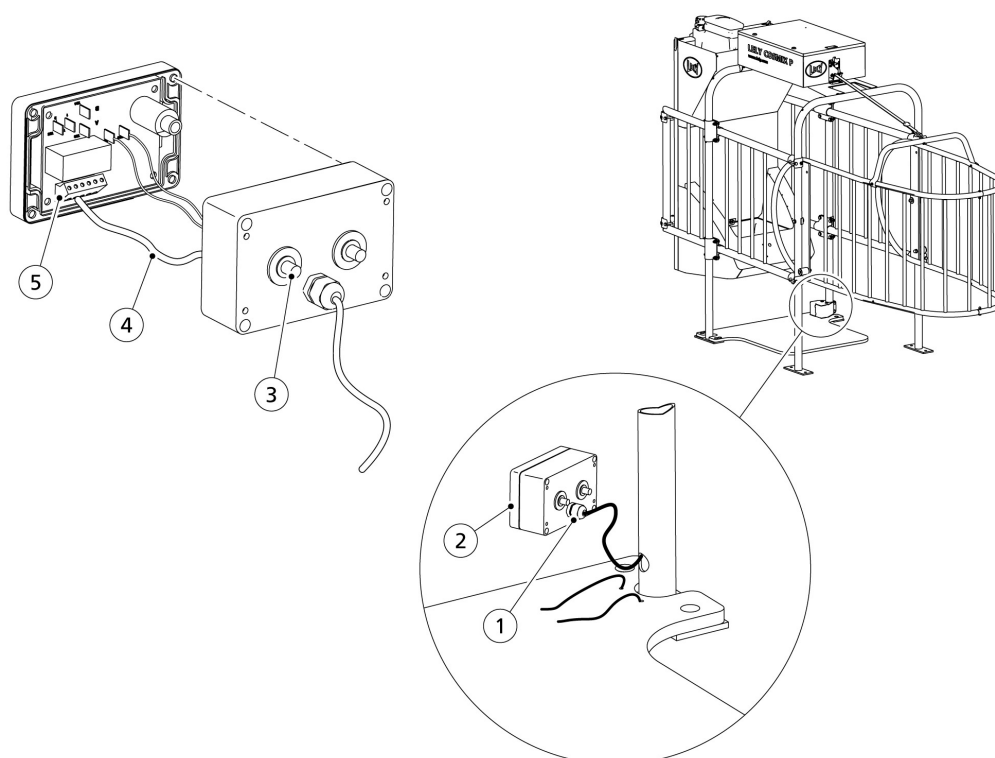
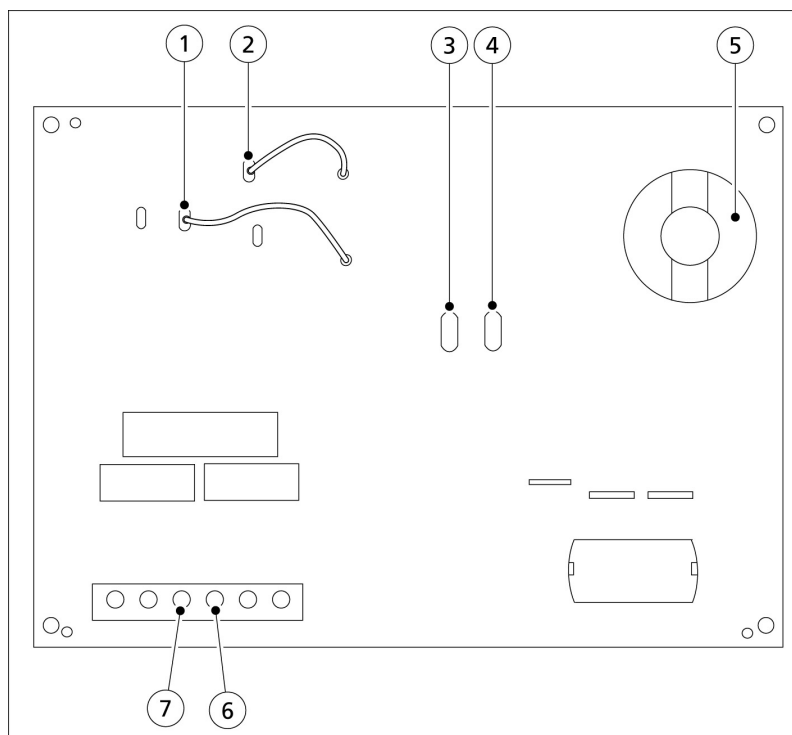
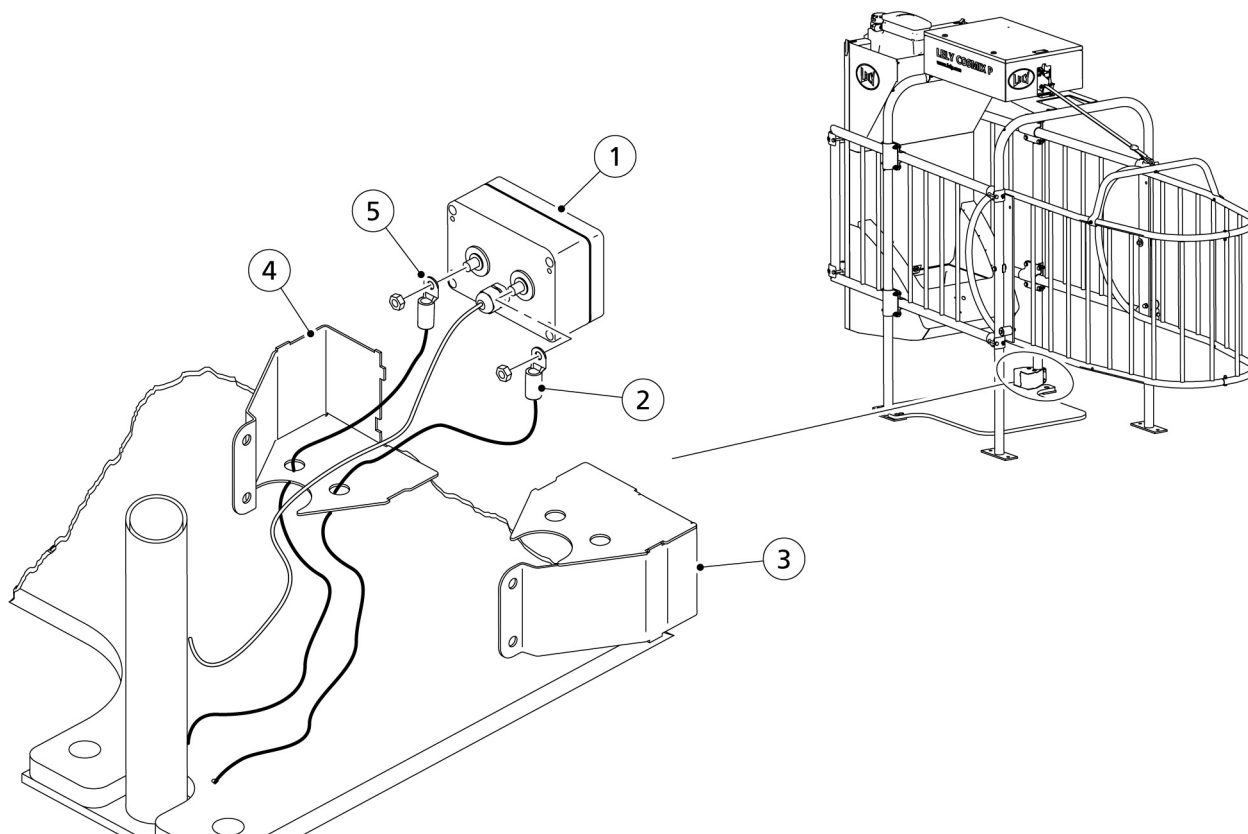

Abbildung 28. Anschluss des Kabels des Qwes-LEG ID-Lesegeräts an den EWA-Transformer
Abbildung 29. Anschluss eines Qwes-LEG ID-Lesegeräts
Abbildung 30. Installation des EWA-Transformers
1. Nehmen Sie den Deckel (2, abb. 28, Seite 5-17) der EWA-Transformerbox ab.
3. Führen Sie das Koaxialkabel durch die Verschraubung (1) in die EWA-Transformerbox.
8. Schließen Sie die Abschirmung am Anschluss (6, abb. 29, Seite 5-18) auf der Platine des EWA-Transformers an.
9. Schließen Sie die innere Leitung am Anschluss (7) der Platine des EWA-Transformers an.
10. Stellen Sie sicher, dass die Stecker (3) und (4) an den Anschlüssen auf der Platine angeschlossen sind.
11. Stellen Sie sicher, dass die beiden Drahtbrücken an den Anschlüssen (1) und (2) angeschlossen sind.
15. Fädeln Sie die beiden Antennenkabel (2, abb. 30, Seite 5-18) und (5) durch die beiden Löcher im EWA-Transformergehäuse (4).
16. Schließen Sie die Kabelschuhe der Antennenkabel (2) und (5) mit zwei Unterlegscheiben, Zahnscheiben und Muttern an den Anschlüssen des EWA-Gehäuses an.